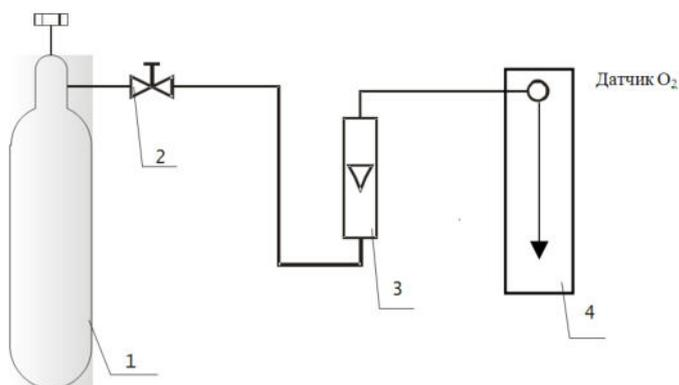

Рис. 27
- соедините последовательно баллон ПГС (с редуктором), ротаметр и штуцер подачи ПГС в измерительную камеру с помощью гибких шлангов, как на *Рис. 27*,
7.1.1. Собрать газовую схему, приведенную на *Рис. 27*.